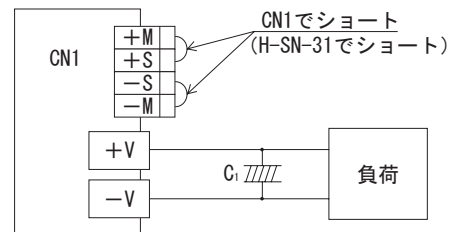
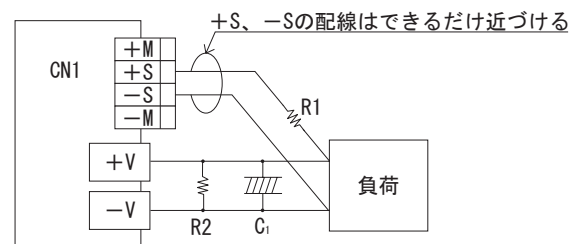

図 5.11 リモートセンシングを使用しない場合
図 5.12 リモートセンシングを使用する場合
- リモートセンシングを使用する場合と使用しない場合の結線を図 5.11、図 5.12 に示します。
- ①負荷線に接触不良（ねじのゆるみなど）が生じると、センシング線に負荷電流が流れ、電源内部回路が故障することがありますので結線には充分注意してください。
- ②電源から負荷までの配線は、充分余裕のある太い電線を使用し、ラインドロップは0.3V 以下でご使用ください。
- ③センシング線が長くなる場合、C1、R1 をつけてください。
- ④センシング線は、ツイストペア線またはシールド線を使用してください。
- ⑤+M、-M、+S、-S 端子から電流を取り出さないください。
- ⑥配線や負荷のインピーダンスによって、電源出力電圧に発振波形が発生したり、出力電圧の変動が大きくなる場合があります。センシング使用時には、評価確認の上ご使用ください。出力電圧が不安定になった場合、以下の方法が有効です。